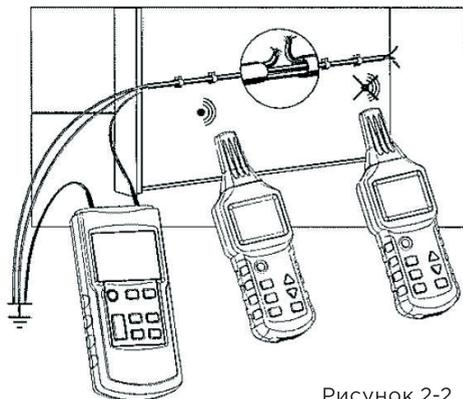

Рисунок 2-2
В данном примере воспользуйтесь куском экранированного кабеля с площадью поперечного сечения  $1,5 \text{ мм}^2$ . Временно закрепите 5 м этого кабеля на стене на уровне глаз с помощью пластмассовых скоб на гвоздях. Удостоверьтесь, что к стене имеется доступ с обеих сторон. Создайте искусственный разрыв на расстоянии 1,5 м от конца кабеля. Концы линии должны быть открыты. Зачистите разорванный провод на конце экранированного кабеля и подсоедините его с помощью измерительных проводов к гнезду (10) передатчика. Подключите гнездо (11) передатчика к подходящему заземлению. Все прочие провода кабеля также должны быть подсоединены к передатчику и через то же заземление (см. Рисунок 2-2).